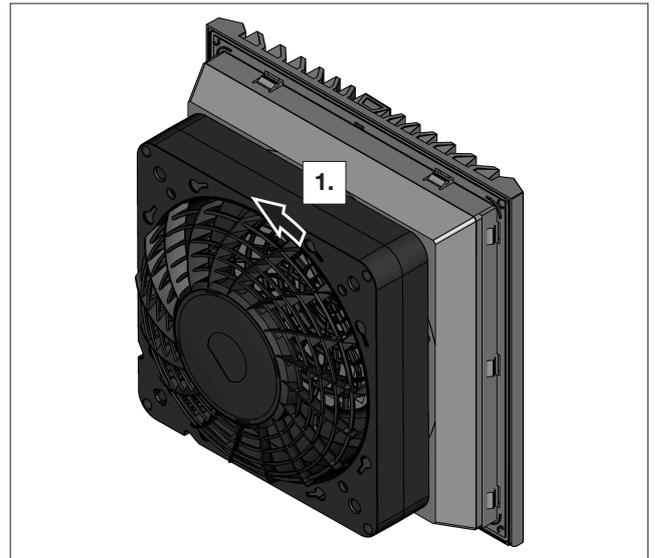

図9: バヨネットロックの解除
- ファンハウジングをフィルターケース上に戻してください(図9を参照)。